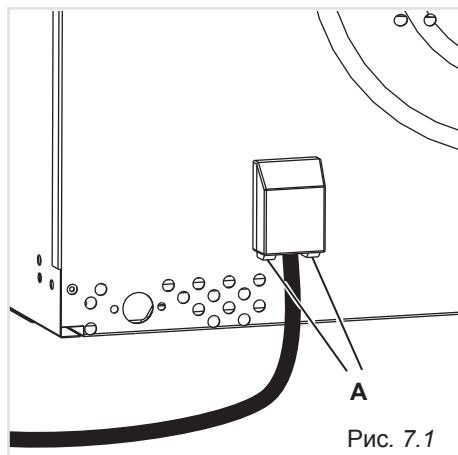

Рис. 7.1
- Снимите с крючков крышку щитка с зажимами, подведя отвертку под два крючка «А» (Рис. 7.1).